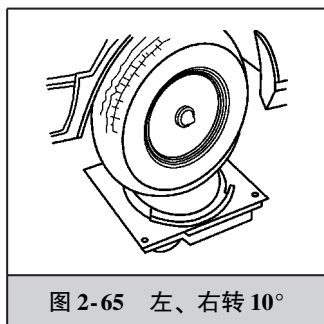

图 2-65 左、右转 10°
- ② 固定脚制动器。
- ③ 将车轮慢慢放下。
- ④ 上下晃动车辆。
- ⑤ 按“M”键确定。
10) 按“进下”键,将左前轮在原平衡点位置向左转 10° ,再在原平衡点位置向右转 10° ,如图2-65所示。